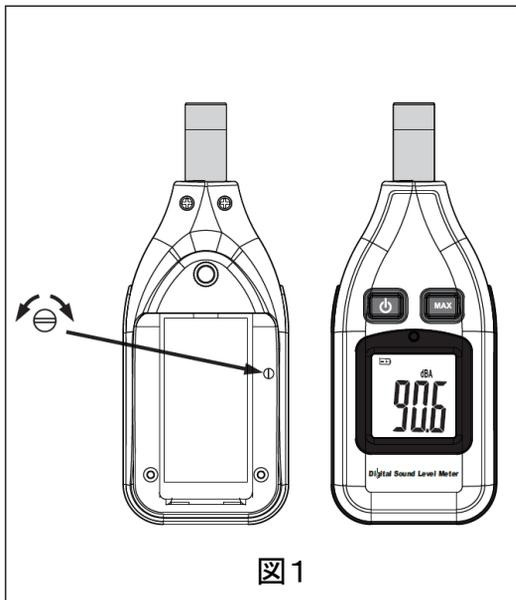

図1
3. サウンドキャリブレータ(音響校正器)の電源を入れて、一字ドライバーを使い、校正ネジをゆっくり回しながら、パネルの表示数値を94.0に合わせてください。(図1を参照)